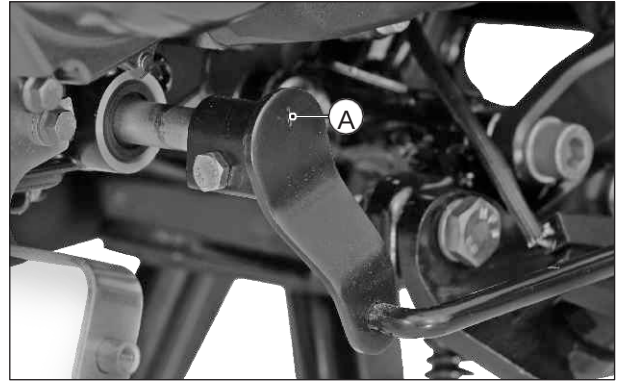

Fig. 2.57
Cuando monta nuevamente el conjunto de pedal de cambios, alinee la marca (A) con el plano vertical del vehículo. (Fig. 2.57)